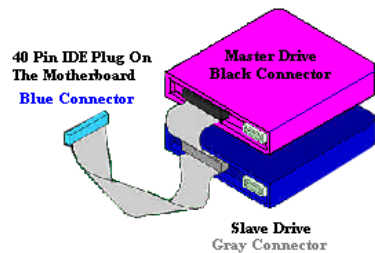

Bild 2-10. Verbindung eines ATA/66 Kabels mit dem Motherboard
- Verbinden Sie den SCHWARZEN Anschluss mit dem passenden Stecker auf dem Master Festplatten Laufwerk. Verbinden Sie den GRAUEN Anschluss mit dem passenden Stecker auf dem Slave Laufwerk (Secondary Festplatten Laufwerk, CD ROM, oder Bandlaufwerk). Siehe hierzu Bild 2-10.